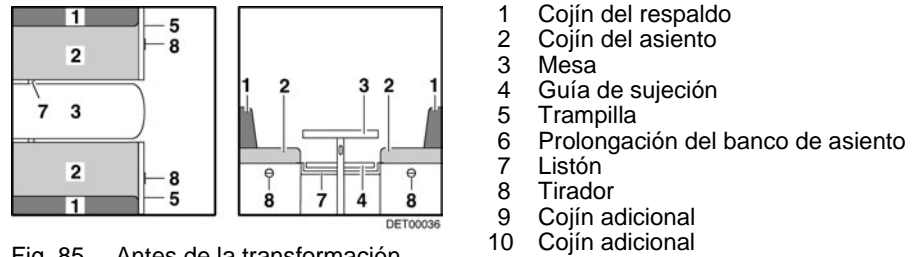

Fig. 85 Antes de la transformación
- Ampliar la mesa (Fig. 85,3) y transformarla en base de cama (véase apartado 7.7).
- Meter el listón (Fig. 85,7) o tirarlo hacia dentro. El listón tiene la posición correcta cuando soporta el tablero de mesa aprox. 15 - 20 cm detrás de la pata de mesa.
- Tirar del asidero (Fig. 85,8) y abrir la trampilla (Fig. 85,5).